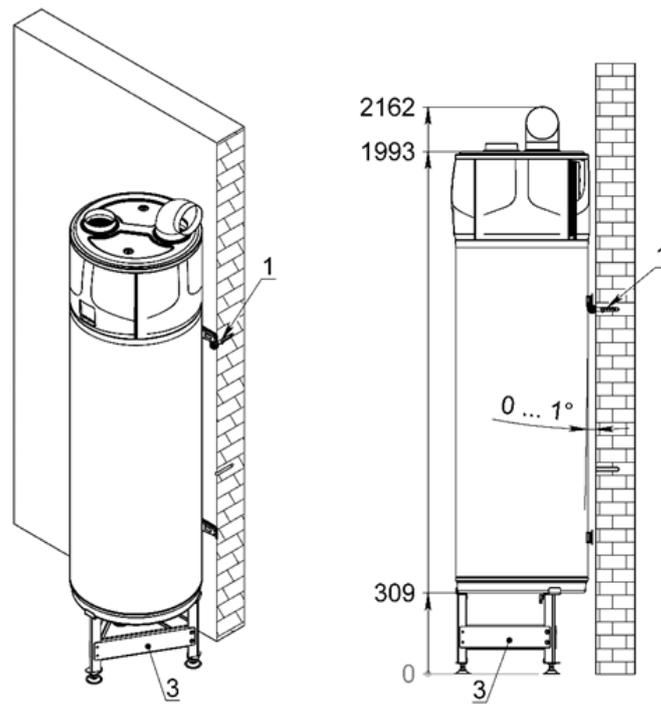

Fig. 16d
- Se recomienda encarecidamente utilizar una estructura de soporte para el suelo (Fig. 16d). Este soporte es una orden independiente.
- Al instalar el soporte, es obligatorio fijar el dispositivo a la pared mediante el gancho de colgar superior 1 (Fig. 16d).
- El dispositivo debe estar exactamente nivelado verticalmente o con una ligera inclinación de 1° hacia la pared. (Fig. 16d). Esta nivelación podría realizarse regulando tres patas del soporte.